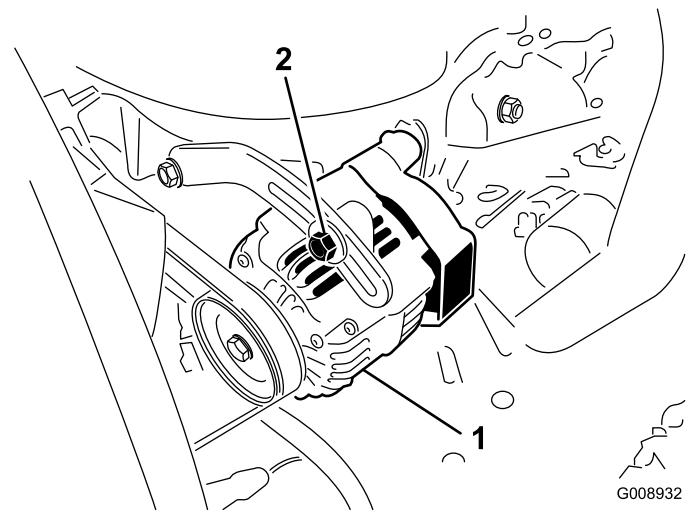

Figura 56
2. Si la desviación no es de 10 mm, afloje los pernos de montaje del alternador (Figura 56).